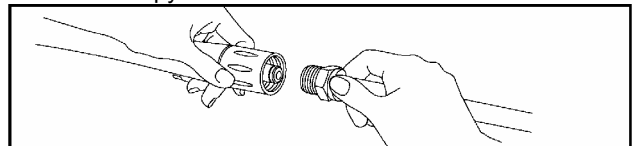

Рис. 8. Подсоединение копьё к водяному пистолету
6. Установите копьё на водяной пистолет (рис. 8). Затяните рукой.